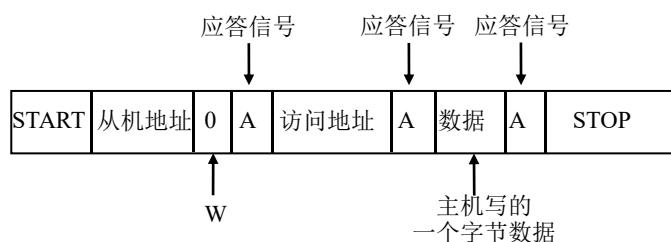

Figure 15-7 主机向从机写数据
如 Figure 15-7 所示，主机要向从机写 1 个字节数据时，主机首先产生 START 信号，然后紧跟着发送一个从机地址，这个地址共有 7 位，紧接着的第 8 位是数据方向位 (R/W)，0 表示主机发送数据（写），1 表示主机接收数据（读），这时候主机等待从机的应答信号 (A)，当主机收到应答信号时，发送要访问的地址，继续等待从机的应答信号，当主机收到应答信号时，发送 1 个字节的数据，继续等待从机的应答信号，当主机收到应答信号时，产生停止信号，结束传送过程。